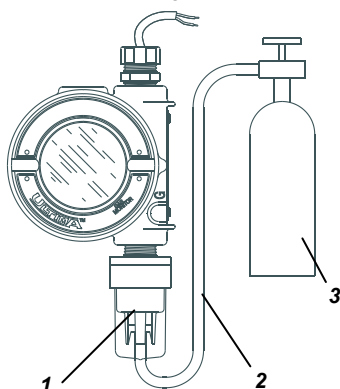

Fig. 11 Spangasverbinding (ULTIMA unit getoond)
Verbind daarna het einde van de leiding met de detectorinlaat en druk de kalibratiekap over de gehele detectorinlaat (→ Fig. 11).
- Cal Kit 41 (of Cal Kit 40 bij de ULTIMA XIR), bepaalt de positie van de Cal-Kap met een opening voor de leiding en druk vervolgens de leiding door de opening in de bodem van de kap. Verbind daarna het einde van de leiding met de detectorinlaat en druk de kalibratiekap over de gehele detectorinlaat (→ Fig. 11).
- (6) Schakel de gasstroom in door de knop op de debietregelaar te draaien.